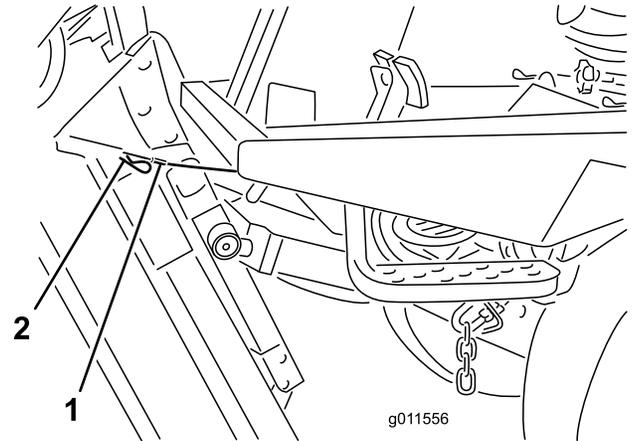

Figura 80
6. Mantenendo l'apparato di taglio verticale, fate passare l'estremità del cavo sopra il perno del braccio di sollevamento dell'apparato, e fissate il cavo con la coppiglia (Figura 80).